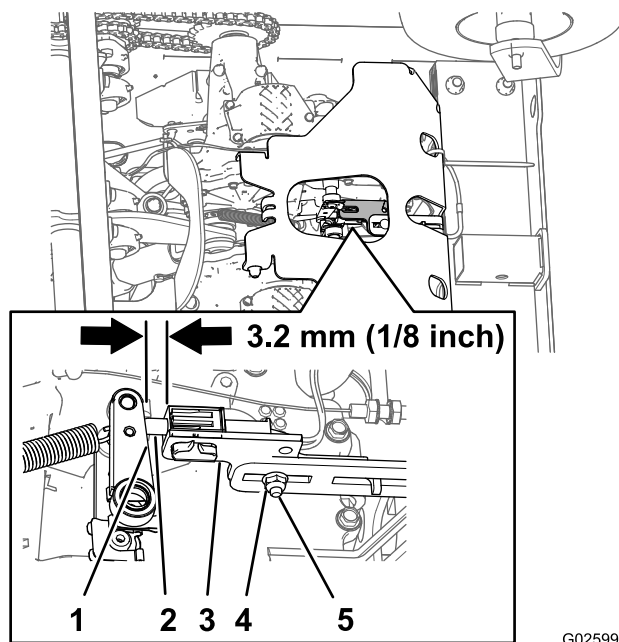

Figura 53
5. Compruebe la distancia entre el soporte del interruptor del freno de estacionamiento y el brazo del freno de la transmisión (Figura 53).
- A. Afloje la contratuerca y el perno de cuello cuadrado que sujetan el soporte del interruptor del freno de estacionamiento (Figura 53).
- B. Ajuste la posición del soporte del interruptor del freno hasta que la distancia (Figura 53) entre el soporte del interruptor y el brazo del freno sea de 3.2 mm (1/8 pulgada).
- C. Apriete la contratuerca y el perno de cuello cuadrado (Figura 53) que sujetan el soporte del interruptor del freno a 1017-1243 N·cm (90-110 libras-pulgada).